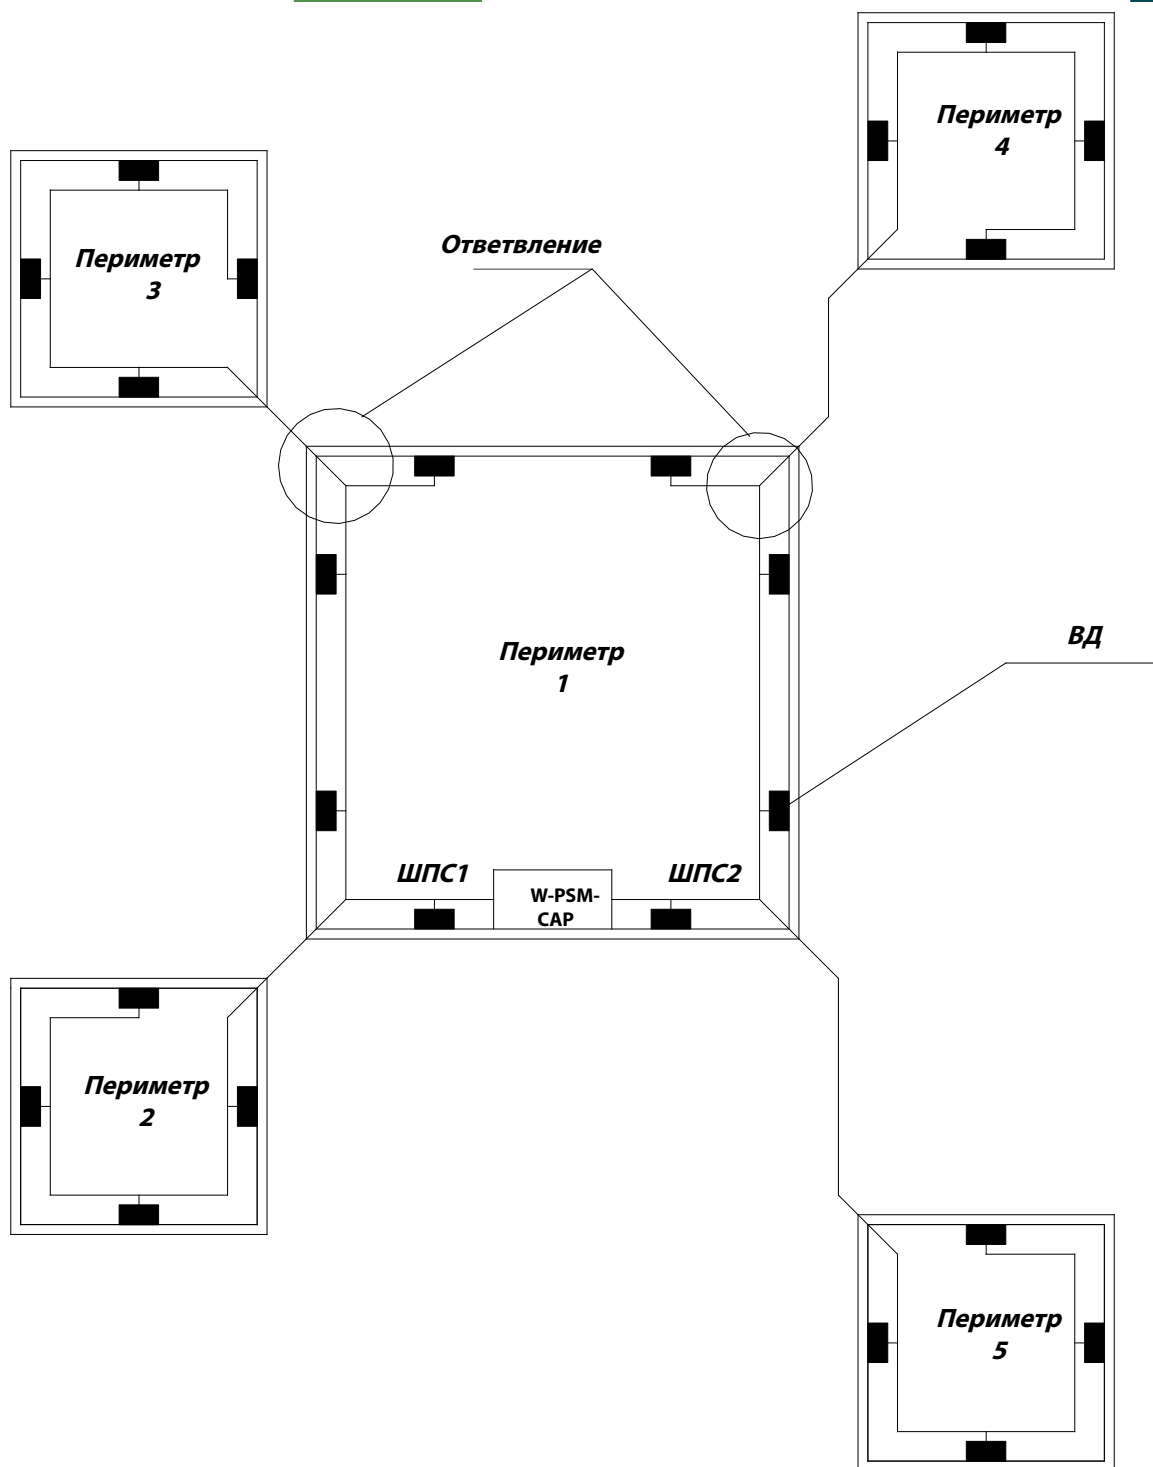

Рисунок 9. Монтаж по схеме «Звезда»
3. Допускается выполнять монтаж ВД с подключением ШПС по схеме «Звезда» (Рисунок 9). При этом общая длина линии ШПС фланга не должна превышать 1498 м (для ВСО с маркировкой, содержащей знак X – не более 500м).